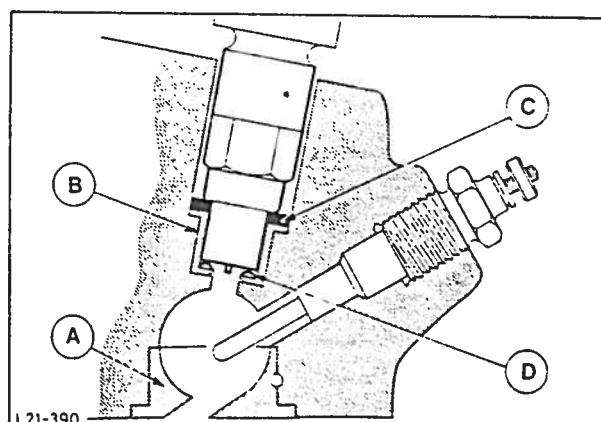

Fig. 6 Innsprøytningsdye i topplokket.
7. Monter en ny tetningsring og en ny varmebeskyttelsesplate med den bøyde siden oppover, fig. 6 og trekk til innsprøytningsdysene med riktig moment (se Tekniske data).